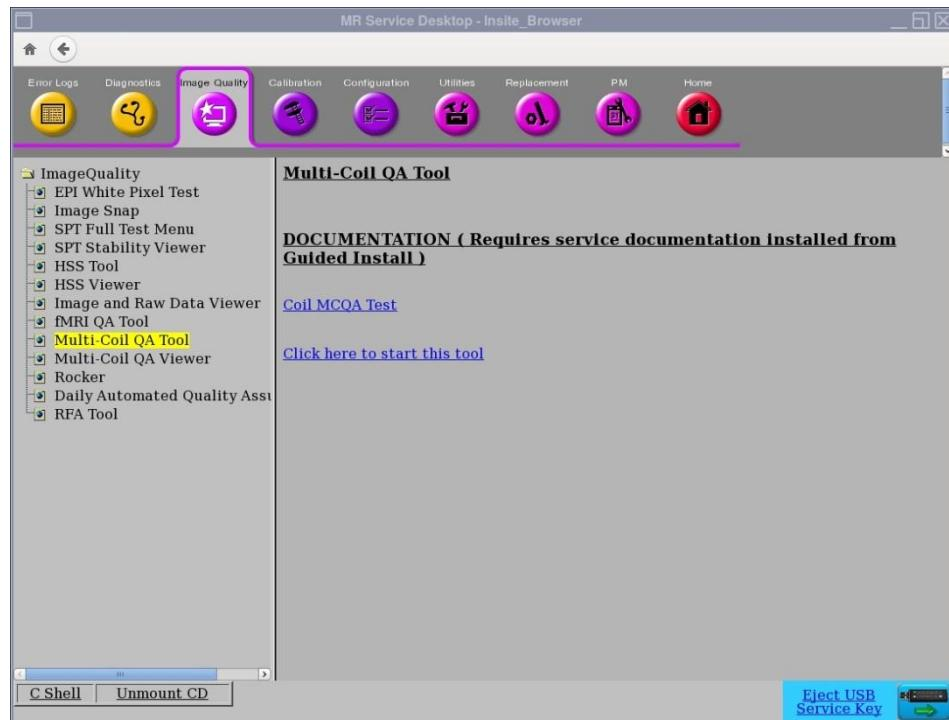

图1
1. 从Common Service Desktop (CSD)（通用服务桌面(CSD)），转到Service Browser（服务浏览器），选择[Image Quality（影像质量）] “Multi-Coil QA Tool（多线圈QA工具）”，然后选择“Click here to start this tool（单击此处开始使用此工具）”，如图1所示。